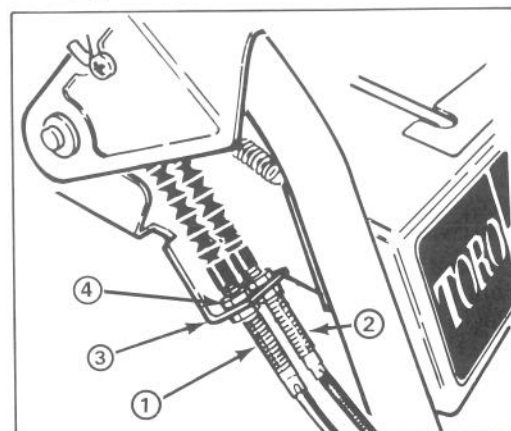

Figure 22
4. Desserrez le contre-écrou supérieur fixant le câble de la tarière/roue hélice au support de fixation (fig. 22).
5. Faites tourner le contre-écrou inférieur vers le haut afin de tendre la courroie (fig. 22).
### RÉGLAGE DE LA COURROIE D'ENTRAÎNEMENT DE TRACTION (fig. 22)
8. Desserrez les contre-écrous qui tiennent le câble de commande (correspondant à la courroie à remplacer) au support (fig. 22). Le câble doit pouvoir glisser librement dans le support lors du changement d'une ou plusieurs courroies.